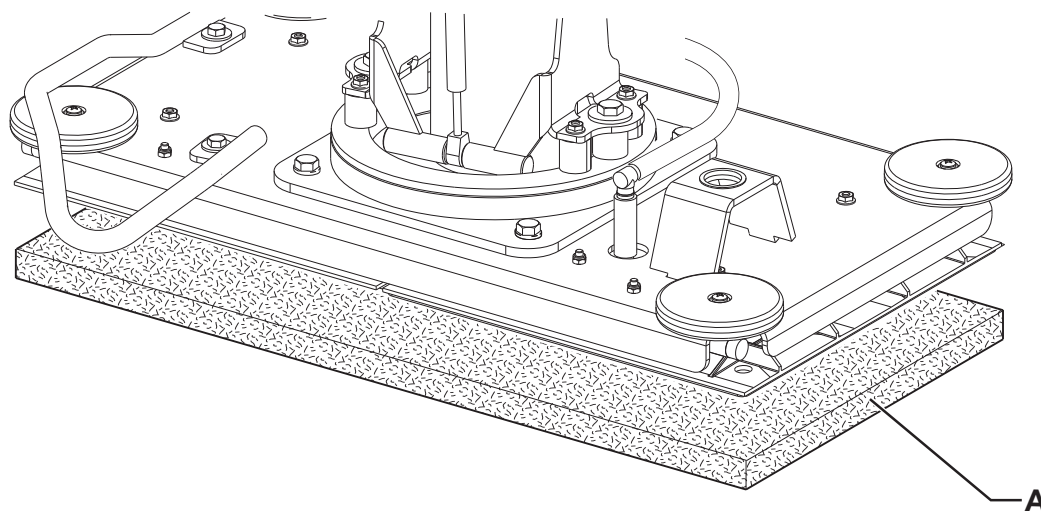

Figure 3
1. Introduire la clé de contact (58) et la tourner sur "1".
**Avant d'actionner l'interrupteur (63), contrôler qu'il n'y a pas de corps étrangers entre la tête (5) et la machine qui peuvent faire barrage au soulèvement de la tête.**
2. Soulever la tête en appuyant sur l'interrupteur (63).
3. Tourner la clé de contact (58) sur "0" et l'enlever.
4. Installer le disque (A, Fig. 3) de façon qu'il fasse prise avec la plaque de la tête BOOST®.